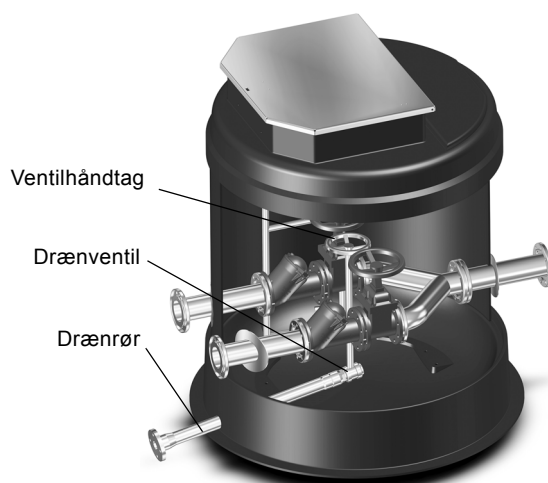

Fig. 29 Tømning af ventilkammeret
1. Åbn ventilkammerets drænventil ved hjælp af ventilhåndtaget i brønden for at tømme ventilkammerets sump. Se fig. 29.
7. Luk drænventilen inde i brønden. Se fig. 29.